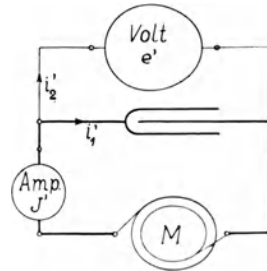

Fig. 111.
262. Um die Kapazität eines Kondensators zu bestimmen, wurde derselbe in den Stromkreis einer Wechselstrommaschine eingeschaltet. Parallel zu ihm lag ein Hitzdrahtvoltmeter, das 120 [150] (220) V Spannung anzeigte. Das Voltmeter hatte 600 [800] (880) Ω Widerstand. Das eingeschaltete Ampèremeter (Amp. Fig. 111) zeigte 0,8 [0,7] (0,9) A an, während die sechspolige Maschine M 1200 [1000] (900) Umdrehungen in der Minute machte. Wie groß ist hiernach C?